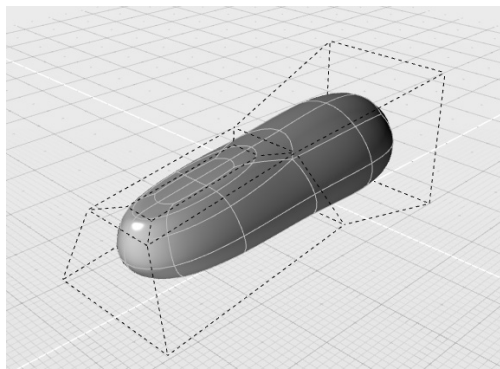

图 6-23 重新转化多边形为曲面
9) 此时勾选“Nurbify”复选框，可观察多边形转化为曲面后的结果，如图 6-23 所示。